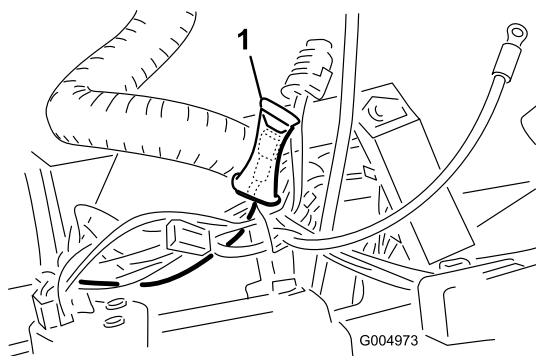

Figura 24
5. All'interno del quadro di comando, individuate il filo rosa con il connettore racchiuso in una bolla di plastica (Figura 24).
8. Disponete l'altra estremità del cablaggio sotto al supporto del telaio posteriore verso il lato sinistro della macchina, inserendo al contempo le fascette dei fili del cablaggio nei fori sulla parte inferiore del supporto del telaio posteriore (Figura 24).